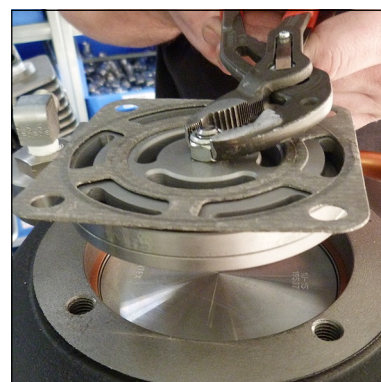

Abb. 2 - Saug- / Druckventil herausziehen
- Saug- / Druckventil herausziehen (Abb. 2)